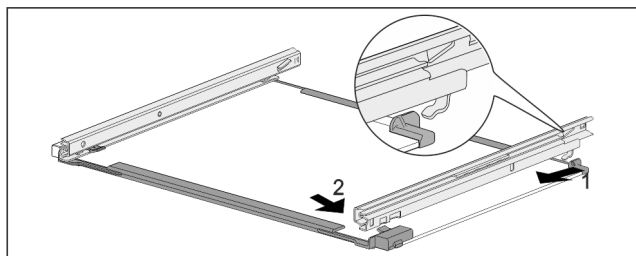

Fig. 234 带轨道的玻璃隔板
- ▶ 轨道后部钩入。 Fig. 234 (1)
- ▶ 轨道前部卡紧。 Fig. 234 (2)